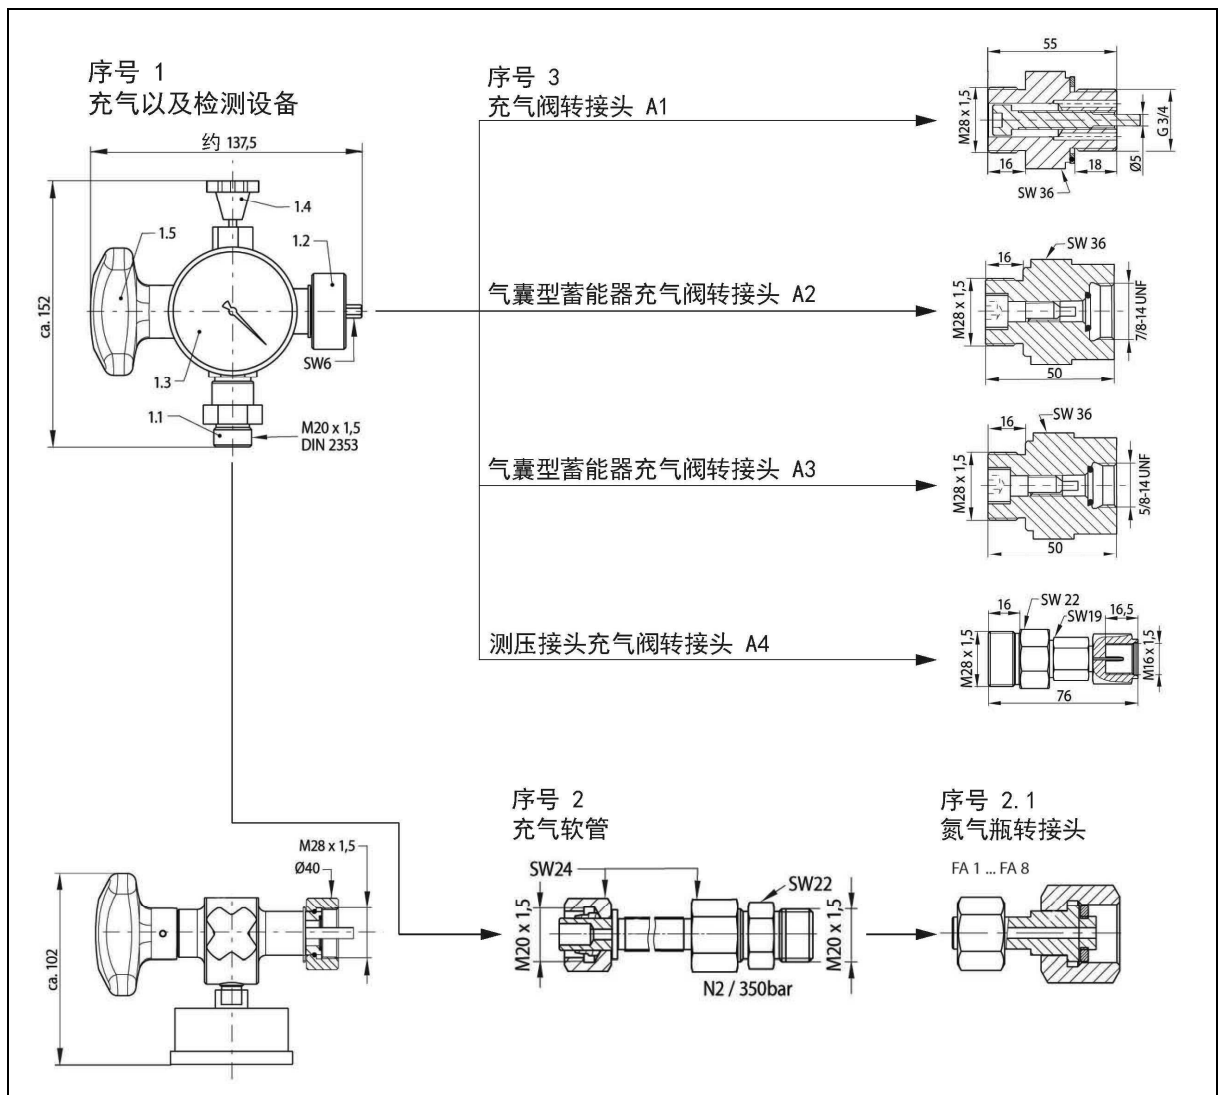

图 1-1 罗特充气与检测设备
只允许受过培训的专业人员按照以下操作说明使用充气与检测设备（参见图 1-1，序号 1）。
2.	将充气与检测设备（图 1-1，序号 1）的泄压阀转柄（图 1-1，序号 1.4）向右转到底（关闭）。
5.	将相应的充气软管接头（图 1-1，序号 2）连接到充气与检测设备的接头上。
6.	将充气软管另一端（图 1-1，序号 2）连接到氮气瓶的接头上。此时需要用到相应的氮气瓶转接头 FA1 ... FA8（图 1-1，序号 2.1）。  进行每道充气步骤之前，请检查充气软管（图 1-1，序号 2）是否完好。为避免发生软管爆裂危险，应采取相应的预防措施。例如，与充气软管平行安装一根钢丝绳，钢丝绳与充气软管多处绑定。注意，充气软管最长使用寿命约为 6 年，超出使用年限请勿再使用。
8.	打开氮气瓶阀门, 直到压力表上达到需要的预充压力 ( $P_0$ ) 为止。在充气阀打开状态下, 也可以从压力器或蓄能器设备气体侧的压力表 (如有) 上读取 $P_0$ 值。时不时关闭氮气瓶转接头 (图 1-1, 序号 2.1) 以读取 $P_0$ 。
10.	若 $P_0$ 太高, 必须借助泄压阀 (图 1-1, 序号 1.4) 使其降到正确的值。氮气瓶阀必须关闭。
- 执行步骤 11 和 13。将氮气瓶转接头 (参见图 1-1, 序号 2.1) 从空的氮气瓶充气软管 (参见图 1-1, 序号 2.1) 上拆下来, 将软管拧到新的氮气瓶上。
3.	向左转动泄压阀 (图 1-1, 序号 1.4) 释放出氮气。
4.	检查压力器的气体侧是否无压力。若没有压力, 则压力表显示 0 bar。让泄压阀 (图 1-1, 序号 1.4) 保持打开。